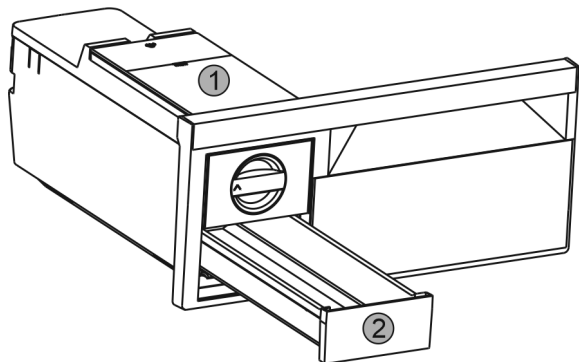

Fig. 54
- ▶ Извлечь бак для воды Fig. 54 (1) и выдвижной ящик для производства кубиков льда Fig. 54 (2).